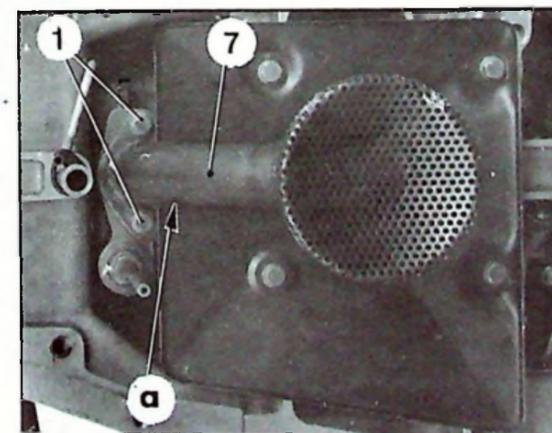

Figure 5
- A l'aide de graisse, coller le joint torique d'étanchéité neuf sur la pompe à huile. Présenter le tube d'aspiration (7) (figure 5). Serrer les vis de fixation (1) (rondelle crantée) à 10 mAN ( 1 m.kg ).